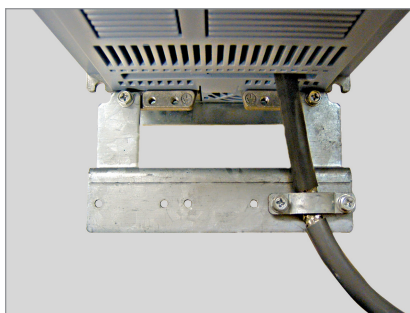

Figura 3.15 - Detalhe da conexão da blindagem dos cabos do motor com acessório PCSx-01
- (1) SCu = blindagem externa de cobre ou alumínio.
- (2) AFe = aço ou ferro galvanizado.
- (3) PE = condutor de terra.
- (4) A blindagem dos cabos deve ser aterrada em ambas as extremidades (inversor e motor). Utilizar conexões de 360° para uma baixa impedância em altas frequências. Consulte Figura 3.15 na página 3-26.
- (5) Para a blindagem atuar como terra de proteção, esta deve ter pelo menos 50 % da condutibilidade dos condutores de fase. Caso contrário, adicione um condutor terra externo e use a blindagem como proteção EMC.
- (6) A condutividade em altas frequências deve ser de pelo menos 10 % da condutividade dos cabos de alimentação.
Para as mecânicas A, B e C com grau de proteção IP2X existe um acessório opcional chamado "Kit para blindagem dos cabos de potência PCSx-01" (consulte Seção 7.2 ACESSÓRIOS na página 7-3) o qual pode ser adaptado na parte inferior dos gabinetes destas mecânicas. Consulte na Figura 3.15 na página 3-26 um exemplo de conexão de cabo com acessório PCSx-01. O kit para blindagem dos cabos de potência PCSx-01, acompanha os inversores com opção de filtro RFI interno (CFW11XXXXXOFA).
No caso de utilização de "kit para eletroduto" (consulte Seção 7.2 ACESSÓRIOS na página 7-3) nas mecânicas A, B e C, o aterramento da blindagem do cabo do motor é feito de forma similar a apresentada na Figura 3.15 na página 3-26.